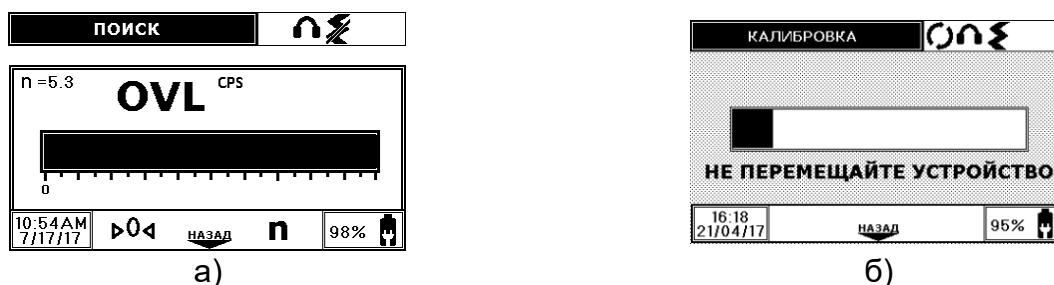
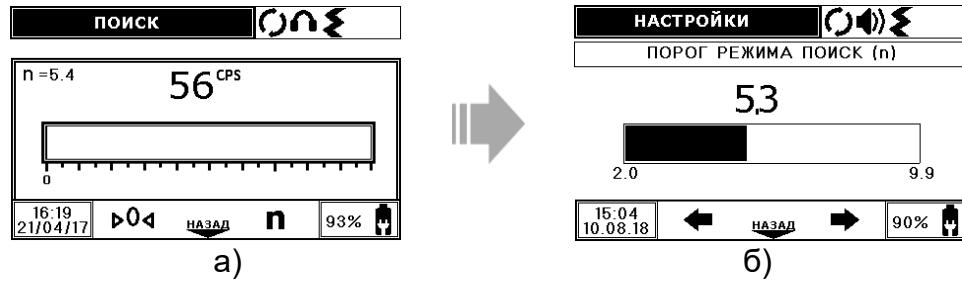

Рисунок 2.11 – Перегрузка в режиме поиска и калибровка по гамма- фону
Рисунок 2.12 – Установка коэффициента **n** режима поиска
**2.2.2.4.2** Если в режиме поиска значение скорости счета превышает верхний предел диапазона, то на дисплее индицируется сообщение "OVL" (overload – перегрузка), рисунок 2.11 а), это не является признаком неисправности прибора, при этом звуковая или вибрационная сигнализация продолжает нормально работать: возрастает частота следования звуковых и вибрационных сигналов. Однако сообщение "OVL" свидетельствует о наличии мощного источника радиационной опасности, при котором необходимо соблюдать соответствующие меры безопасности.
При включении режима поиск прибор автоматически производит тестирование и далее – калибровку по гамма- фону. При этом индицируется сообщение о калибровке (рисунок 2.11 б)). Если в процессе эксплуатации прибора в режиме поиска (рисунок 2.12 а)) общий гамма- фон изменяется (например, при переходе в подвал с улицы), то необходимо однократным нажатием левой кнопки выбрать подменю 04, после чего запустится калибровка по гамма- фону (рисунок 2.11 б)).
- войдите из главного меню в режим поиска , нажав кнопку , при этом автоматически запустится тестирование и калибровка прибора, далее прибор выйдет в режим поиска (рисунок 2.12 а);
- войдите в подменю коэффициента **n** (рисунок 2.12 б)), нажав правую кнопку
(рисунок 2.12 а));